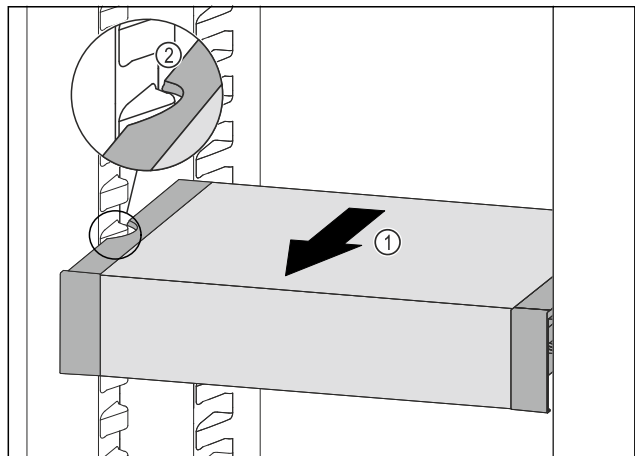

Fig. 121
- ▶ Вытягивайте VarioSafe вперед Fig. 121 (1), пока боковые выемки VarioSafe не окажутся на высоте выступа резервуара в холодильном отделении. Fig. 121 (2)